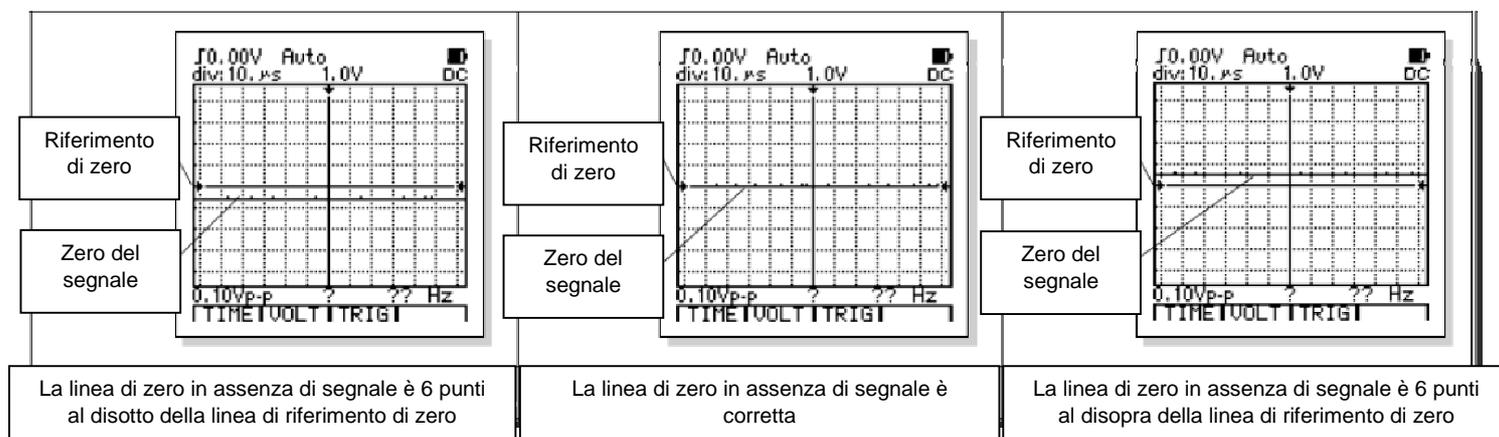

Fig. 22
Se la tensione della forma d'onda in ingresso è 0 (zero), lo strumento deve visualizzare una linea in corrispondenza del Riferimento di zero (Fig. 22). Se è spostata è necessario effettuare la calibrazione.
4. Cortocircuitare i puntali dell'oscilloscopio. La linea di zero della forma d'onda deve corrispondere a quella di Riferimento di zero (Fig. 22), se è spostata è necessario effettuare la calibrazione.